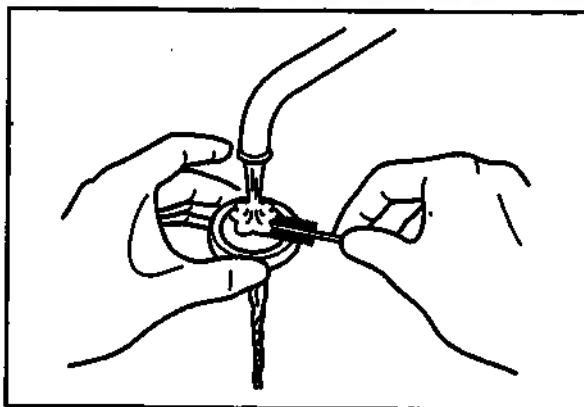

Рис. 6.25
3. Промойте каждый фильтр в проточной воде с использованием щётки, ватных тампонов и др. (см. рис. 6.25).